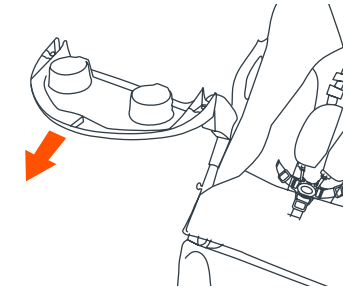

Fig. 13b
• Pour retirer le plateau enfant: Appuyez sur le bouton et pivoter le plateau à 180 degrés, puis tirez le plateau jusqu'à ce qu'il se libère (Fig. 13b).